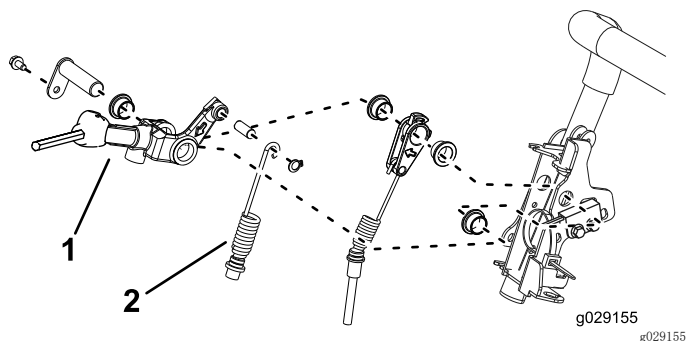

图5
10. 从旧牵引支架（图5）拆下牵引杆和牵引电缆。保留所有的紧固件。